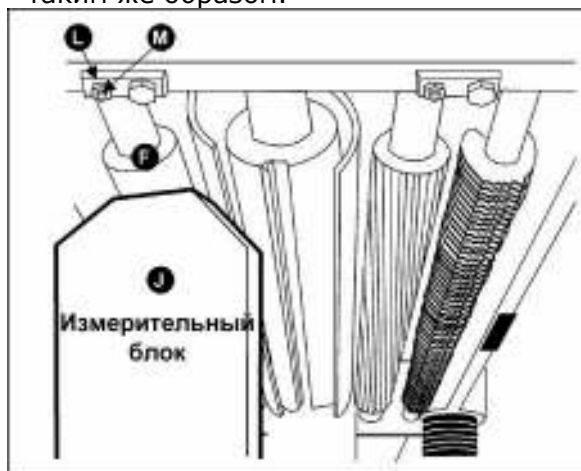

Рис. 33
5. Сдвиньте измерительный блок (J, Рис. 33) под один конец вала разгрузки (F, Рис. 33). Нижняя часть вала разгрузки должна только касаться вершины измерительного блока. Если необходима регулировка вала разгрузки, ослабьте стопорную гайку (L, Рис. 33) и поверните винт (M, Рис. 33), пока вал разгрузки не коснется измерительного блока. Затем затяните стопорную гайку (L, Рис.33).